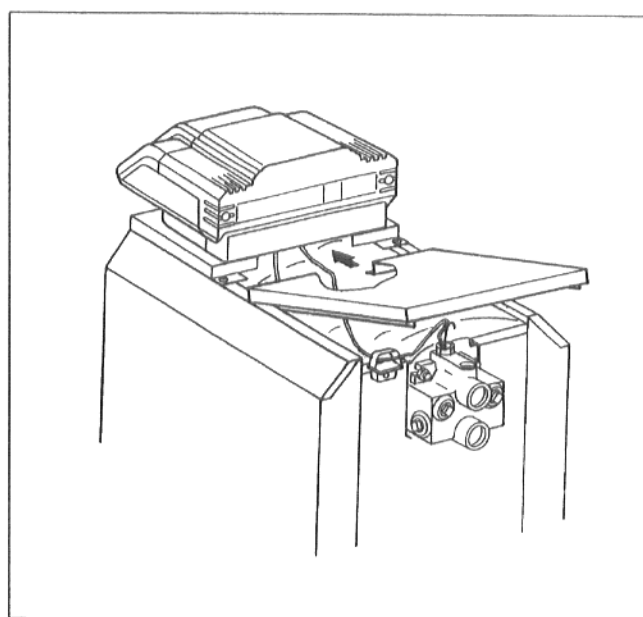

рис. 29
- Вставить задний кожух котла планками под передний кожух котла, прижать сзади вниз и вставить крюками в окантовку боковых стенок (рис. 29).